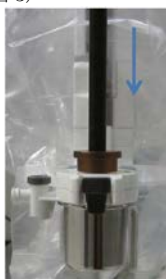

図 3：シャフト下部へのインストゥルメントイントロデューサの移動
- (5) 本品を抜去する直前に、再度本品先端側のカニューラシール内にスライドさせる。（図 3）